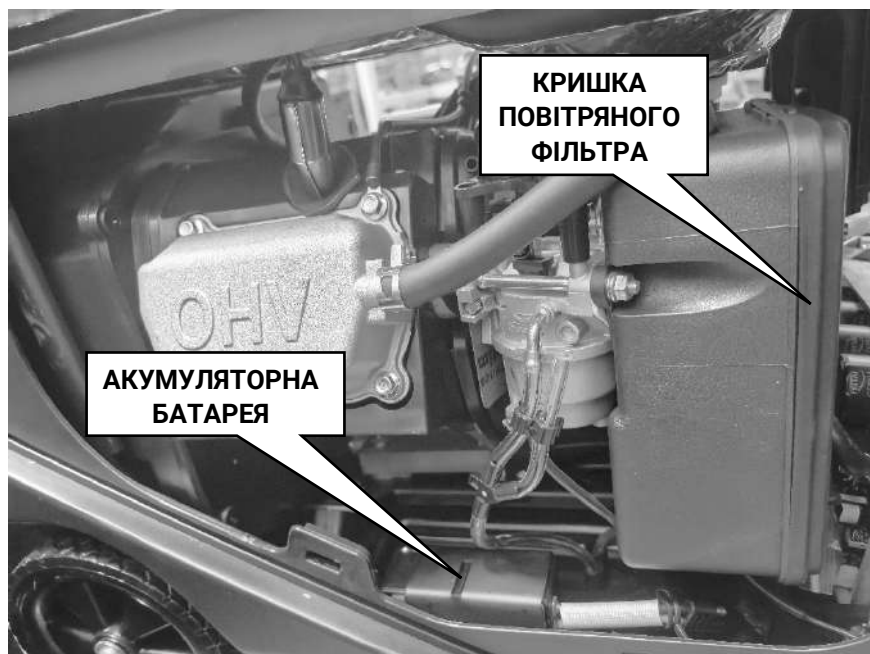

Рисунок 3. Виріб зі знятою лівою корпусною панеллю.
Для доступу до акумуляторної батареї (рис. 3) зняти корпусну панель з лівого боку (протилежного тому, на якому знаходиться руків'я ручного стартера) виробу.
1. Зняти ліву бокову корпусну панель (рис. 3).